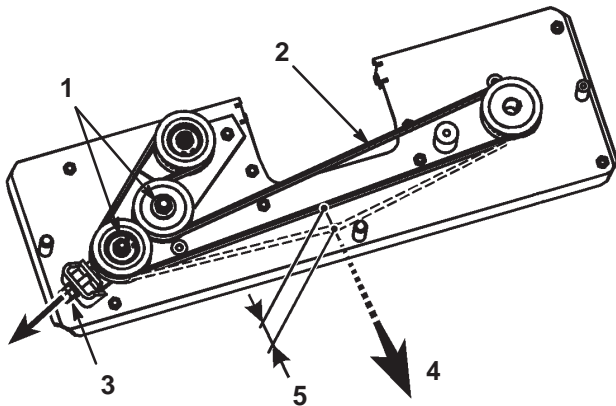

Figure 40
4. Desserrez les 2 écrous hex. sur la poulie de tension (Fig. 40).
5. Réglez l'écrou M10 jusqu'à ce que la courroie présente une flèche de 5 mm quand elle est soumise à une force de 30 N (Fig. 40).